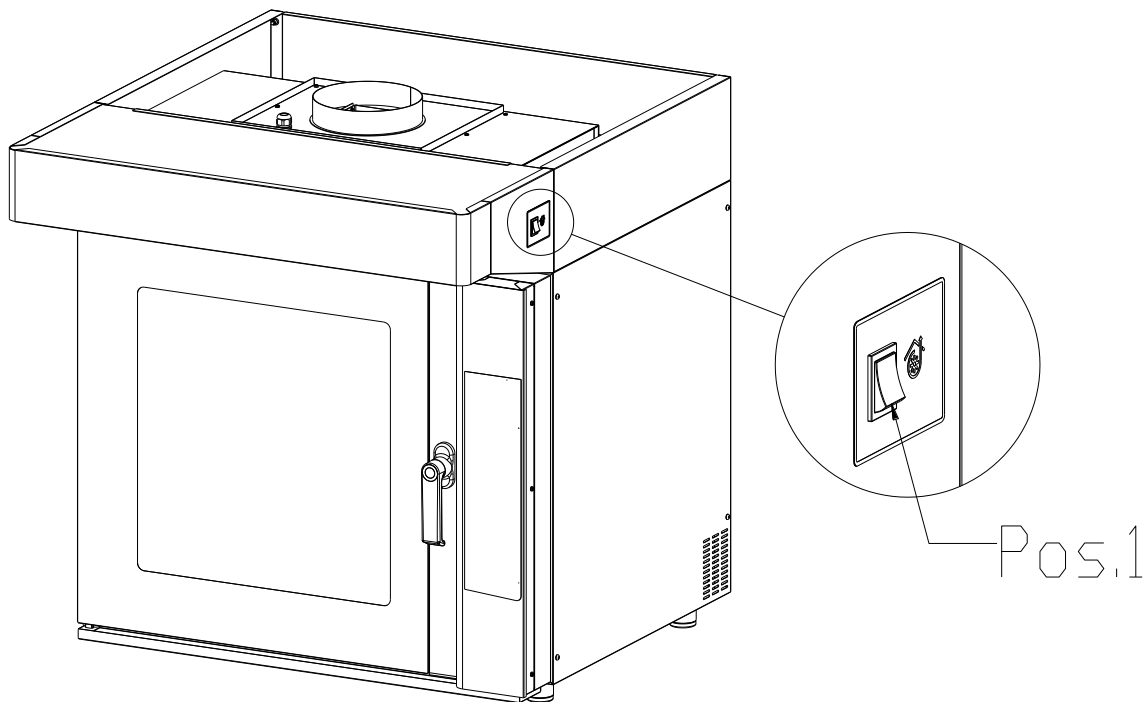

Abb. 3.1 Bedienfläche
Die Abb.3.1 zeigt die Steuerung der Haube, die aus einem Schalter Pos. 1 besteht.
- Stellen Sie den Schalter am vorderen rechten Teil der Abzugshaube auf die Position „I“ (siehe Abb. 3.1, Pos.1), die Absaugung beginnt im manuellen Modus auf unbegrenzte Zeit.